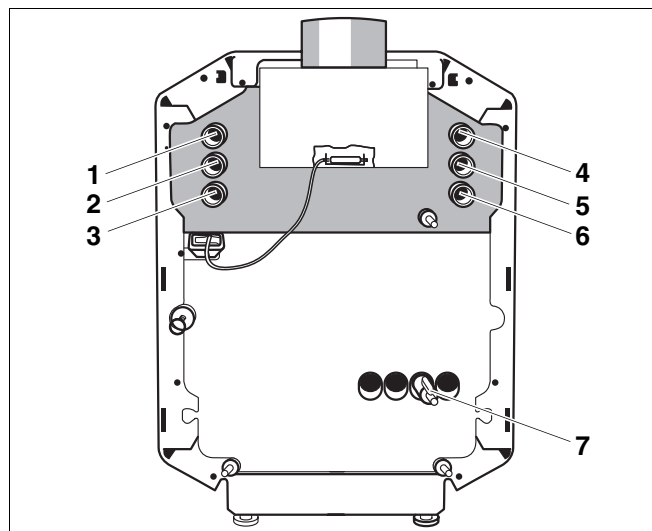
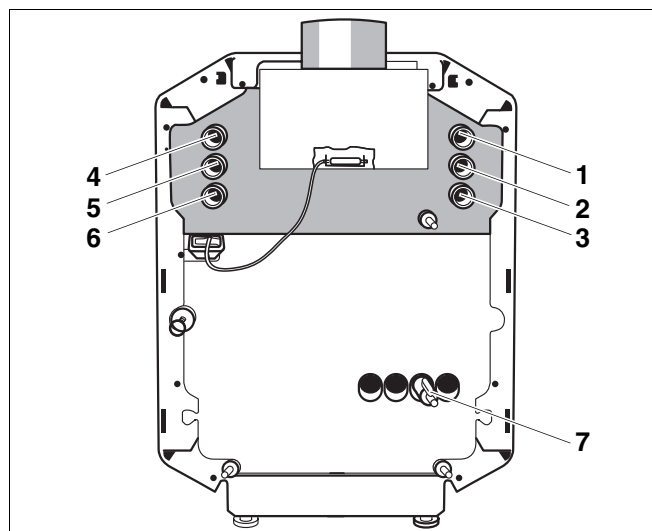

Abb. 6 Wasserseitige Anschlüsse (Lieferzustand)
Abb. 7 Anschlüsse nach Versetzen der Tauchhülse und des Anschlussrohrs für den Speichervorlauf
1. Wie im Lieferzustand vorgesehen, nach Abb. 6.
2. Die Anschlüsse können auch wie in Abb. 7 gezeigt vorgenommen werden. Dazu muss die Tauchhülse (Abb. 6, **Pos. 2**) mit Hilfe eines Steckschlüssels SW 27 herausgeschraubt und auf der gegenüberliegenden Seite wieder eingeschraubt werden. Außerdem muss das Anschlussrohr für den Speichervorlauf (Abb. 7, **Pos. 5**) auf die andere Seite versetzt werden. Alle sonstigen Anschlüsse müssen nach Abb. 7 vorgenommen werden!
- Das Sicherheitsventil ist am Sicherheitsvorlauf (Abb. 6, **Pos. 4** oder Abb. 7, **Pos. 4**) anzuschließen.
Legende für Abb. 6 und Abb. 7